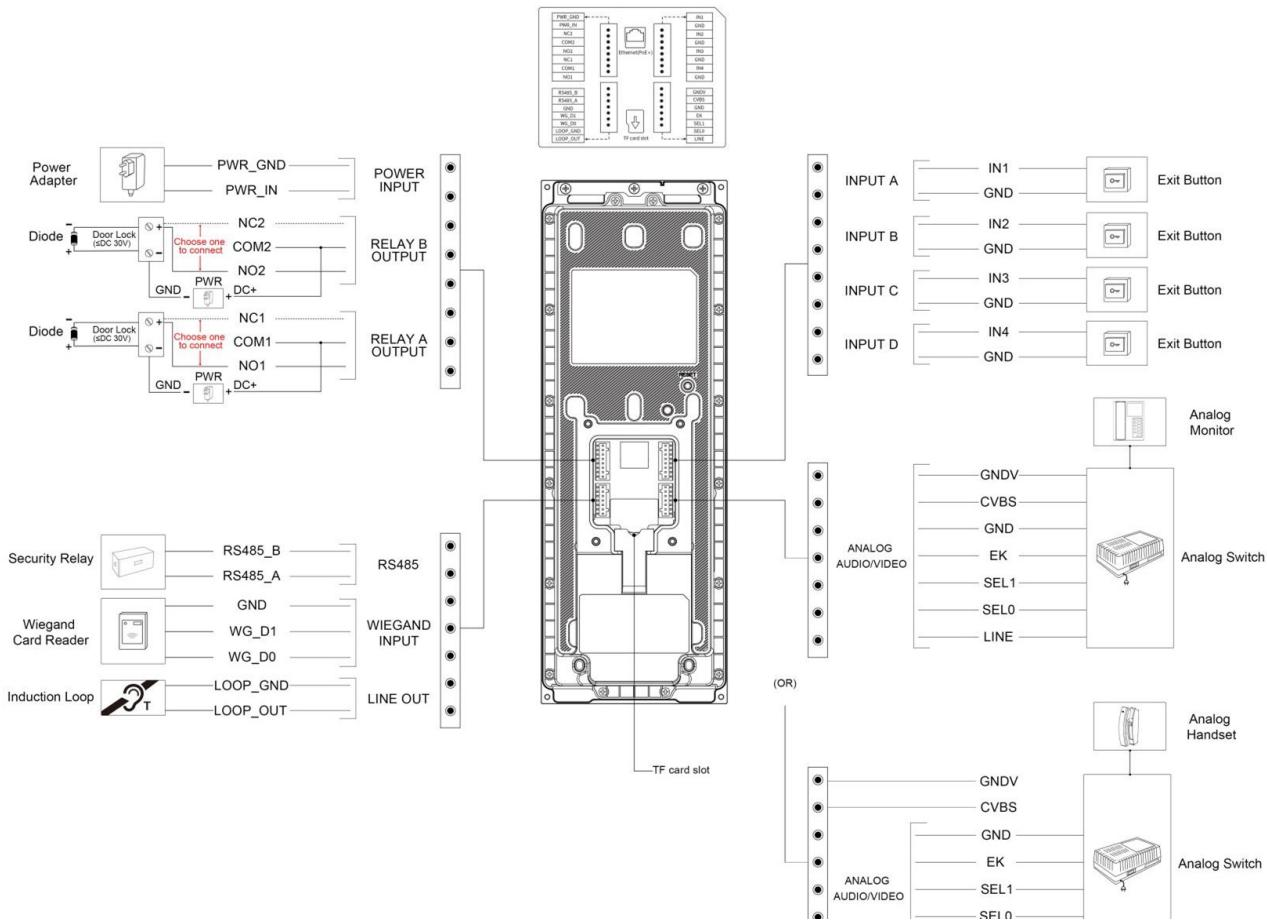

Figura 2: Stazione a tastierino MyBell - cablaggio
1. Collegare i fili alle morsettiera con un cacciavite a testa piatta. Per ulteriori informazioni, vedere la Figura 2.